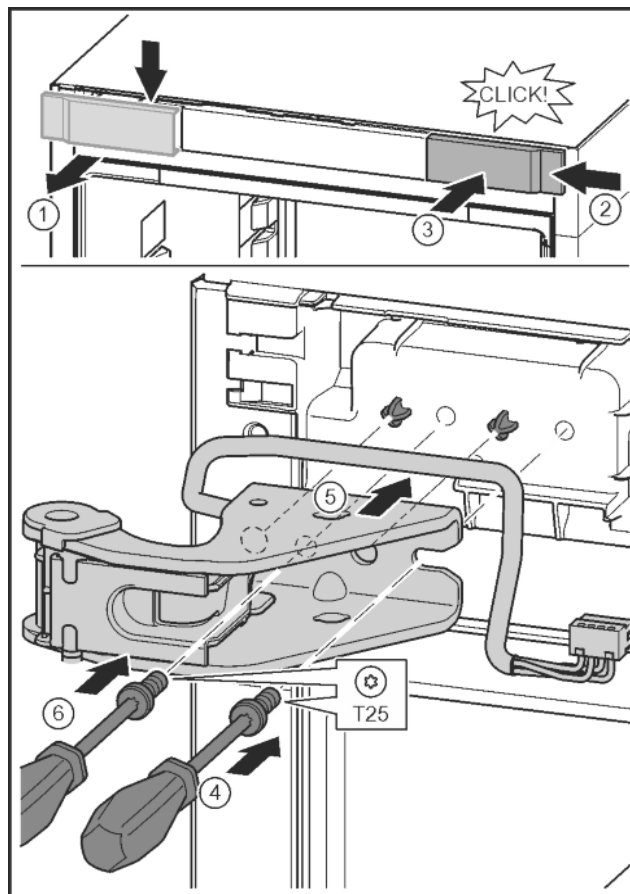

Fig. 33
- ▶ Staccare la copertura e rimuovere lateralmente. Fig. 33 (1)
- ▶ Agganciare la copertura ruotata di 180° sull'altro lato da destra. Fig. 33 (2)
- ▶ Inserire a scatto la copertura. Fig. 33 (3)
- ▶ Applicare la vite con il cacciavite T25. Fig. 33 (4)
- ▶ Applicare il blocco di supporto superiore. Fig. 33 (5)
- ▶ Serrare la vite. Fig. 33 (4)
- ▶ Applicare la vite con il cacciavite T25 e serrare. Fig. 33 (6)